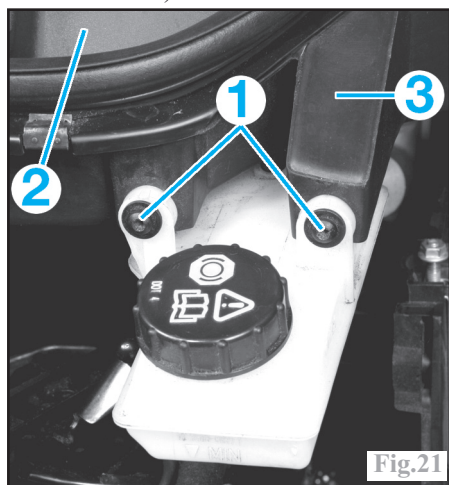

Fig.21
-les vis de fixation (1) du réservoir de liquide de freins du compartiment d'avant (Fig.21).
-la grille d'auvent (2) et le compartiment (3) (voir opération concernée au chapitre "Carrosserie").